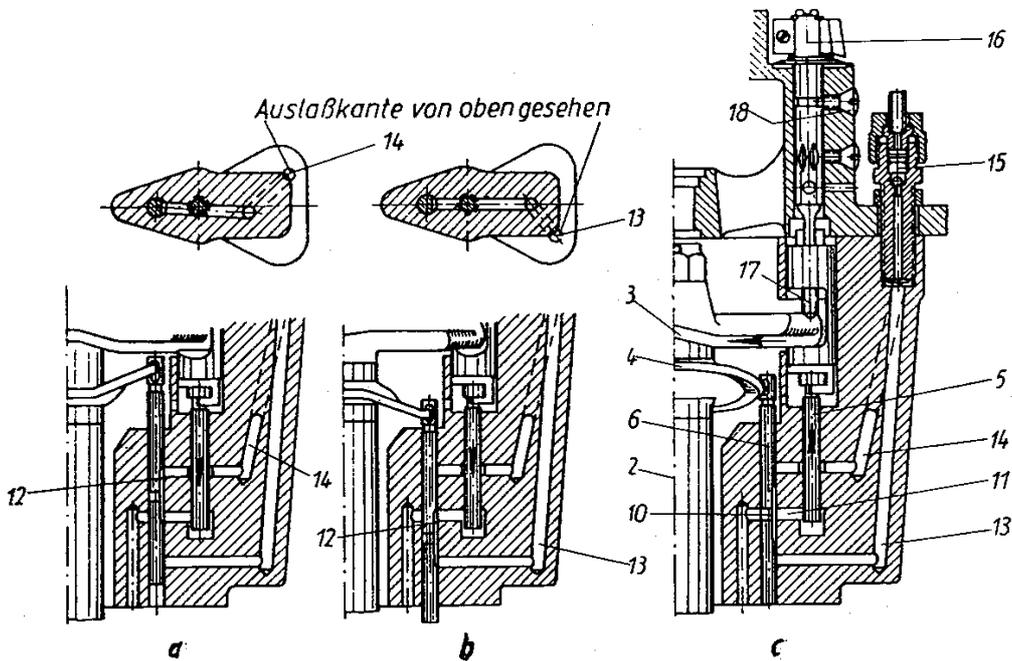

Bild 42. Wirkungsweise der Boschpumpe
Die untere Taumelscheibe (4) betätigt die Steuerkolben (in dem Bild 42 z.B. den Steuerkolben 6). Bosch nannte deshalb diese unterste Taumelscheibe das „Steuerhubrad“.